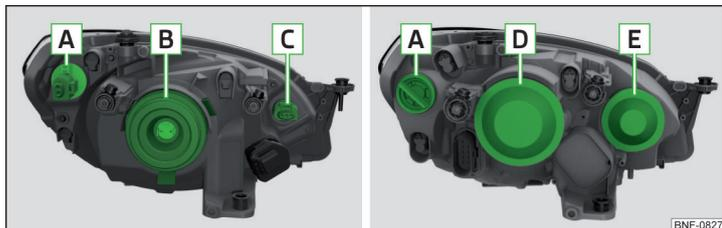

Fig. 171 Faros: Variante 1 / Variante 2
Orden de bombillas » fig. 171
- » Girar el portalámparas con la bombilla **C** » fig. 171 de la pág. 147 hasta el tope en dirección de la flecha **1** » fig. 173.
- › Retirar la tapa protectora **D** y/o **E** » fig. 171 de la pág. 147.
- › Colocar la tapa protectora **D** y/o **E** » fig. 171 de la pág. 147.